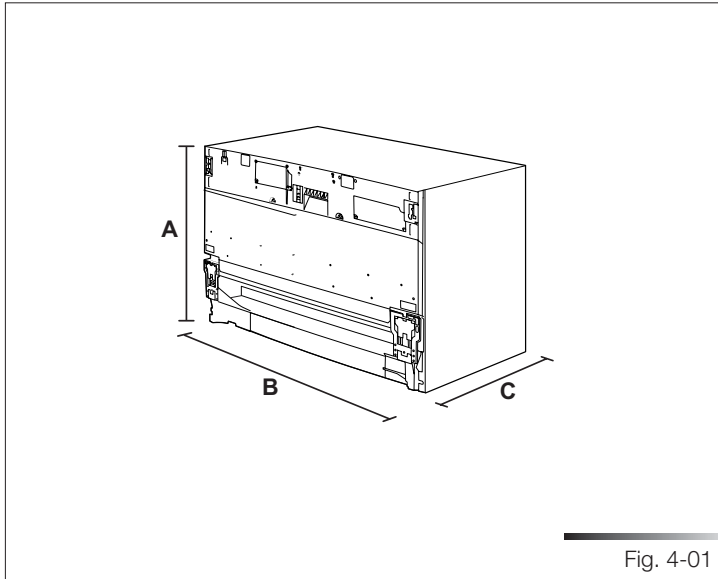

Fig. 4-01
*l'encadré qui contient les figures reporte, en bas sur la droite, la numérotation progressive de celles-ci. Un exemple de numérotation est "Fig. 4-01", où le premier chiffre (4) correspond au chapitre d'appartenance de la figure, tandis que le deuxième chiffre (01) correspond au numéro progressif de la figure au sein du chapitre 4 (dans l'exemple, la Fig. 4-01 correspond à la première figure du chapitre 4). La numérotation des tableaux suit le même principe avec, au lieu de "Fig. ", la notation "Tab." (par ex. Tab. 4-01 correspond au premier tableau du chapitre 4). Si un même tableau occupe plusieurs pages, une lettre est ajoutée après le chiffre progressif (par ex. "Tab. 4-01a", Tab. 4-01b").*
**4 DIMENSIONS LAVE-VAISSELLE** (VOIR FIG. 4-01)